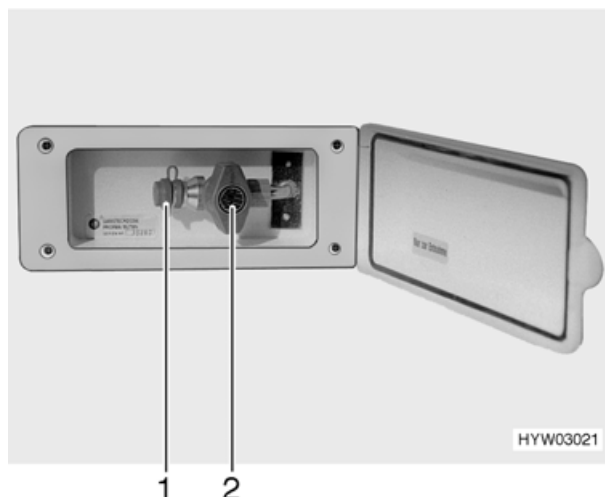

Fig. 57 Presa gas esterna, rubinetto chiuso
- ▶ Quando la presa gas esterna per il gas non viene utilizzata, chiudere sempre il rubinetto (Fig. 57,2).
- ▶ Accertarsi che dopo aver collegato l'impianto a gas e aver aperto il rubinetto non fuoriesca del gas dalla presa esterna (Fig. 57,1). Se la presa gas esterna perde, il gas si disperde nell'atmosfera. Chiudere immediatamente il rubinetto e la valvola principale della bombola del gas. Fare controllare la presa esterna del gas da un'officina autorizzata.
La presa gas esterna si trova (Fig. 57) sul lato anteriore destro vicino al vano portabombole.